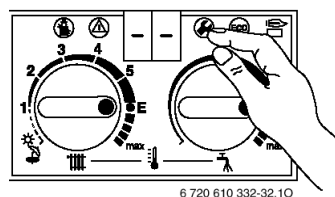

Figura 42
- ▶ Șurubul de etanșeizare (8) se desface și se montează manometrul cu tub U.
- ▶ Se îndepărtează capacul sigilat (figura 42), amplasat deasupra șuruburilor de reglare a gazului.
- ▶ Se preia din tabelele de la pagina 36 sau 37 presiunea de “max” (mbar) la duze. Se reglează presiunea la duze cu ajutorul șurubului de reglare (6). Rotirea spre dreapta înseamnă gaz mai mult, iar rotirea spre stânga înseamnă gaz mai puțin.